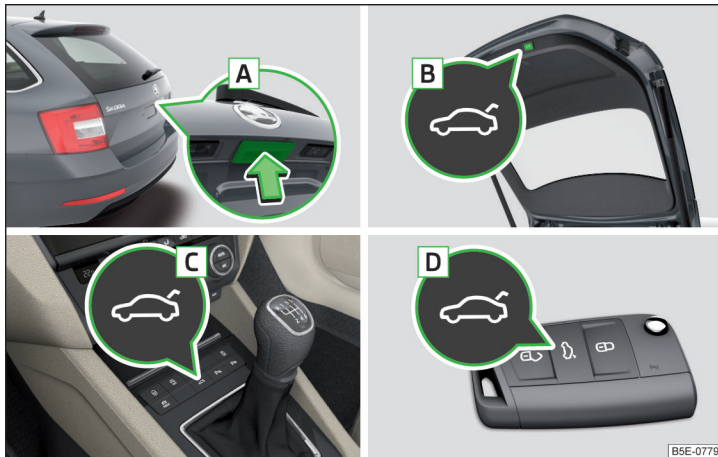

Abb. 55 Klappenbedienug
- ▶ Durch das Drücken des Griffs **A** » Abb. 55.
- ▶ Durch das Drücken der Taste **B** » Abb. 55.
- ▶ Die Taste **B** » Abb. 55 auf Seite 66 gedrückt halten, bis ein akustisches Signal ertönt.
Die Klappe reagiert nicht auf ein Öffnungssignal	Entfernen eines eventuellen Hindernisses (z. B. Schnee), erneutes Öffnen der Klappe » Seite 66 Drücken des Griffs A » Abb. 55 auf Seite 66 und Ziehen der Klappe nach oben